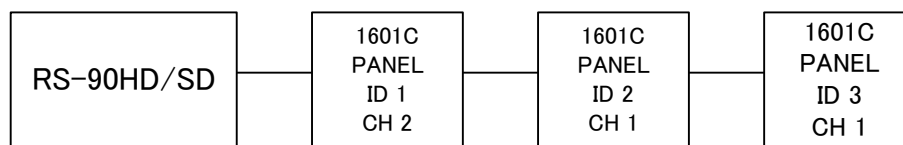

図11-5 本体-パネル間カスケード接続図
- (1) 図11-5はRS-90HD/SDIに3台の1601Cパネルをカスケード接続した例です。
- (2) パネルのID番号は重複しないように値を設定します。(ID0は設定できません。)
- (3) パネルのCH番号は制御する出力チャンネルの値1,2を設定します。(CH0, 3~9は設定できません。)
- (4) ID1のパネルは出力チャンネル2、ID2,3のパネルは出力チャンネル1を制御できます。